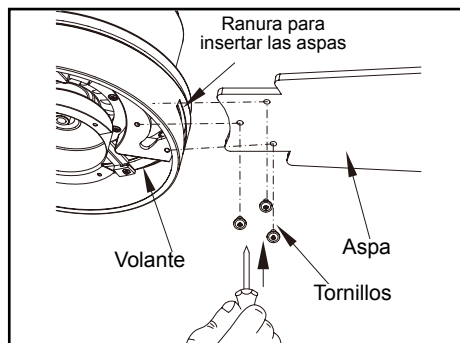

Figura 12
1. Fija el asa al conjunto motor-ventilador, alinea los orificios para tornillos en el asa con los orificios para tornillos arriba y debajo del ensamblaje del motor y asegura los tornillos. (Figura 12)
2. La mayoría de los problemas de oscilación del ventilador se deben a que las aspas no están al mismo nivel. Verifica este nivel seleccionando un punto en el techo sobre la punta de una de las aspas. Mide desde un punto en el centro de cada aspa al punto en el techo. Mide esta distancia como se muestra en la Figura 12. Gira el ventilador hasta que la siguiente aspa quede en posición para medir. Repite el procedimiento para cada aspa. Las desviaciones de la medición no deben pasar de 1/8" (3.2 mm). Enciende el ventilador por 10 minutos.